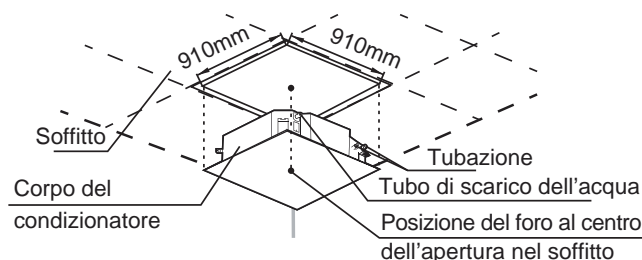

Fig. 3.5
- 1 Realizzare un foro quadrato di 910x910mm nel soffitto, in base alla forma della piastra di installazione (accessorio 4): vedi Fig. 3.5.